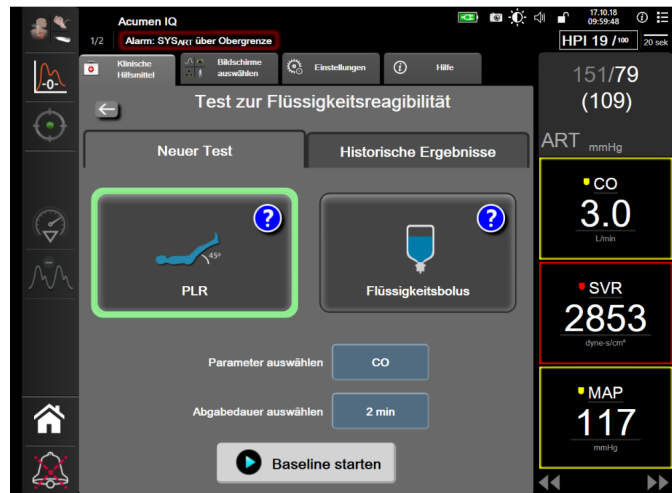

Abbildung 13-11 Test zur Flüssigkeitsreagibilität – Bildschirm „Neuer Test“
- 3 Auf der Registerkarte **Neuer Test** (siehe Abbildung 13-11) auf den gewünschten Testtyp tippen: **PLR** oder **Flüssigkeitsbolus**.